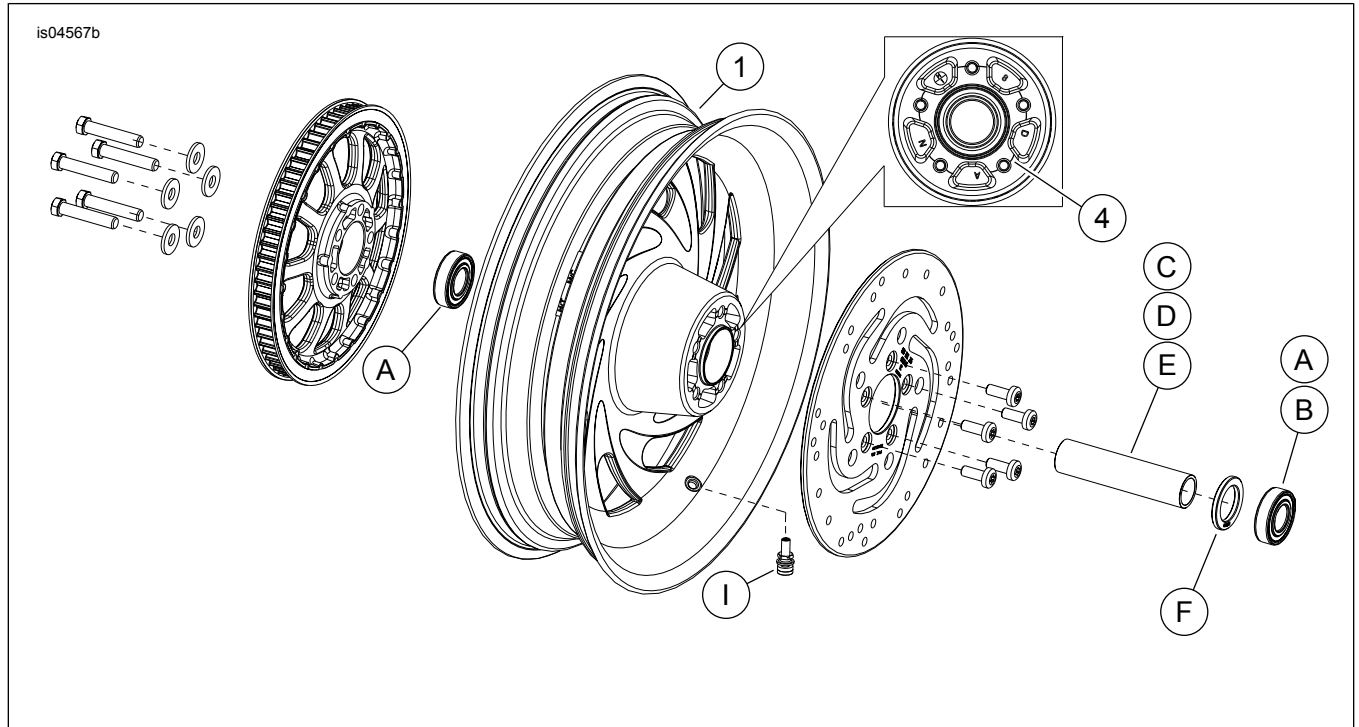

Abbildung 1. Ersatzteile: „Typhoon“-Hinterräder
Siehe Abbildung 1 und Ersatzteiletabellen.
2. Siehe Abbildung 1. Die Ventilschaft-Baugruppe (I) am Rad anbringen. Siehe REIFEN im Werkstatthandbuch.